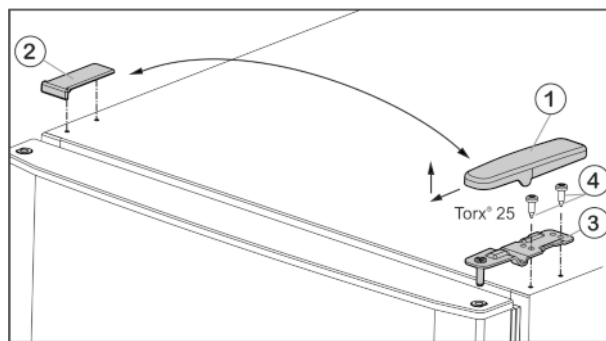

Fig. 4
▶ Потяните крышку Fig. 4 (1) вперед и вверх.
▶ Снимите крышку Fig. 4 (2).
▶ Открутите верхний опорный кронштейн Fig. 4 (3) (2 шт. Torx® 25) Fig. 4 (4) и вытяните вверх.
- ▶ Установите верхний опорный кронштейн Fig. 4 (3) на новой стороне шарнира и защелкните в дверце.
- ▶ Привинтите верхний опорный кронштейн (с моментом 4 Нм) (2 шт. Torx® 25) Fig. 4 (4). При необходимости используйте аккумуляторный шурупверт.
- ▶ Наденьте и защелкните крышку Fig. 4 (1) на противоположной стороне снаружи.
- ▶ Также наденьте сверху и защелкните крышку Fig. 4 (2) на противоположной стороне.